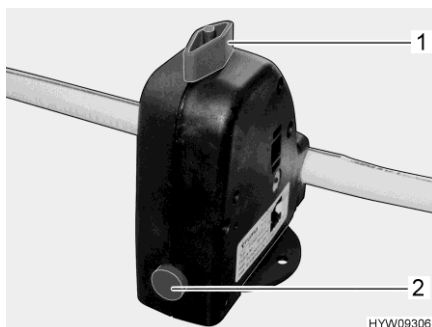

Fig. 189 Válvula de seguridad/purga (Truma)
- Cerrar la válvula de seguridad/purga (Truma). Para ello, girar el botón giratorio (Fig. 189,1) a la posición transversal en referencia a la válvula de seguridad/purga y hundir el botón (Fig. 189,2).